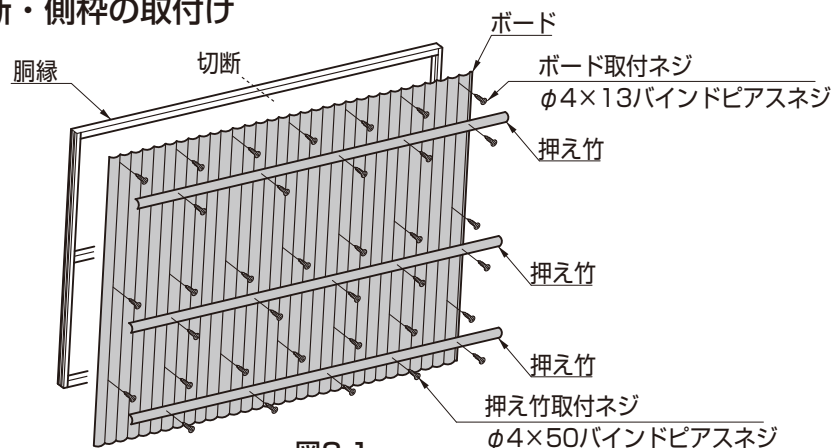

図3-1
- ①「押え竹取付ネジ」を外し、押え竹を取りはずしてください。(図3-1参照)
- ②「ボード取付ネジ」を外し、ボードを取りはずしてください。(図3-1参照)